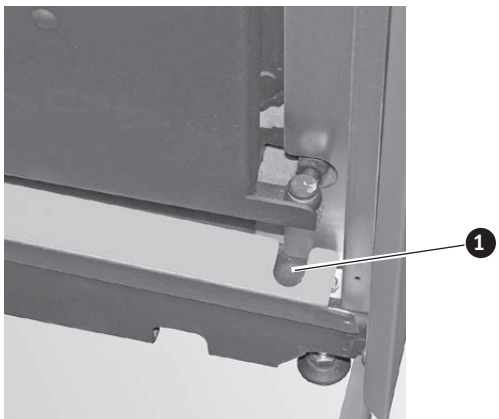
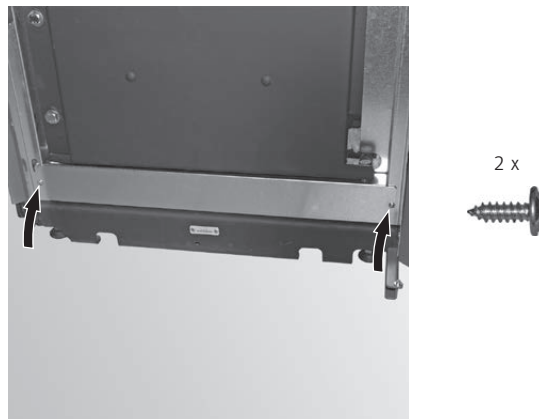

Fig. 78 L'intaglio deve trovarsi in corrispondenza del supporto sportello
Fig. 79 Montare il rivestimento
- ▶ Montare il rivestimento sotto lo sportello del vano cenere (solo su PuroWIN PWPE 60) con 2 viti autofilettanti (Fig. 78), l'intaglio in alto deve trovarsi in corrispondenza del supporto sportello (Fig. 79).